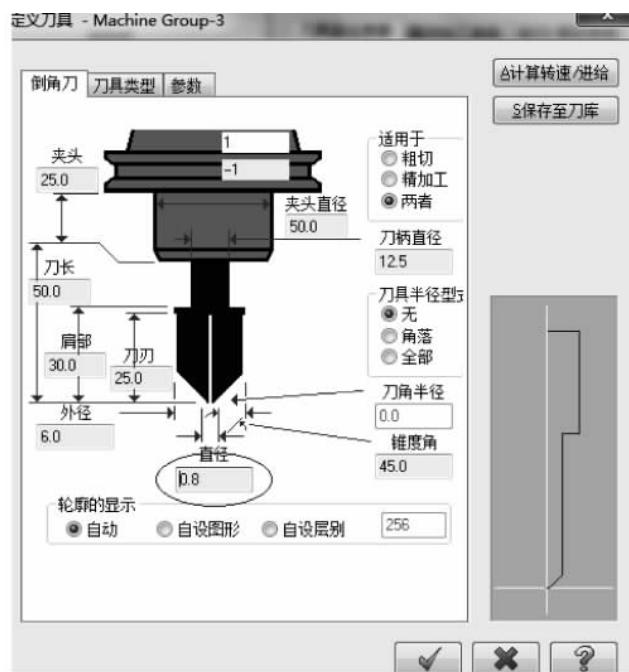

图 5-172
(6) 在弹出的“刀具编辑”对话框中输入刀具直径补正为 0.8, 如图 5-172 所示。单击“确定”按钮, 结束刀具参数编辑。